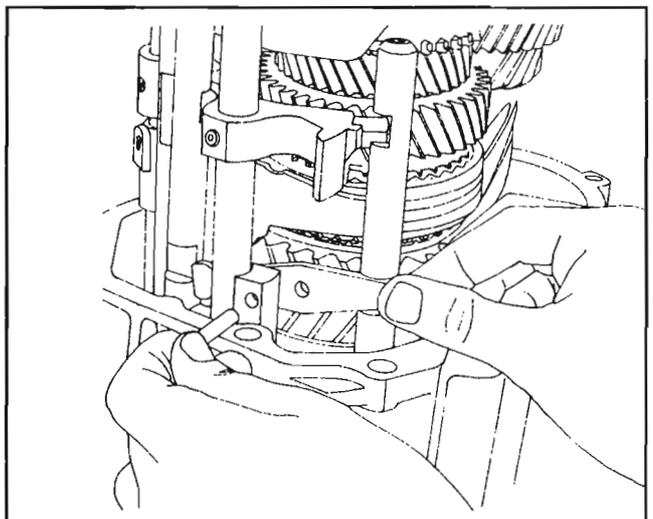

Fig. 101
Coloque la palanca giratoria (95) entre el corte de la varilla de la marcha atrás y la varilla de cambio de marcha atrás/5ª. Asegúrese de que la muesca en la palanca se encuentra encima y hacia la varilla de cambio de la marcha atrás. *Fig. 101*